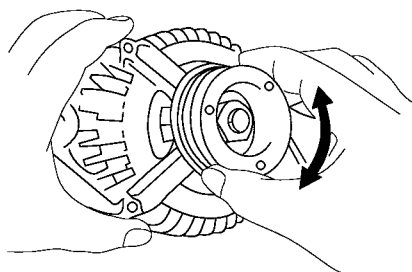

图 7-28 转子的动平衡试验
(5) 安装后端罩。用 3 个螺母安装后端罩, 并用螺母安装端子绝缘体。
(6) 转子的动平衡试验。为确保转子转动平稳, 交流发电机在装配完毕后, 应进行动平衡试验, 如图 7-28 所示。